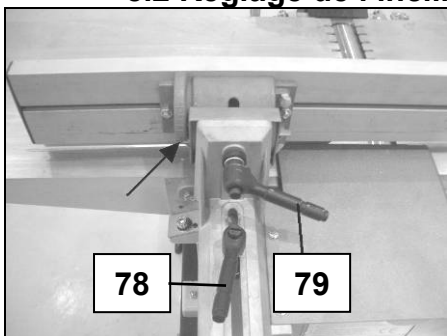

Fig 52
- Desserrez la manette (78), réglez le guide en profondeur sur la table puis resserrez la manette (78) (Fig 52).
- Desserrez la manette (79), réglez l'inclinaison du guide à l'angle voulu, puis resserrez la manette (79) (Fig 52).